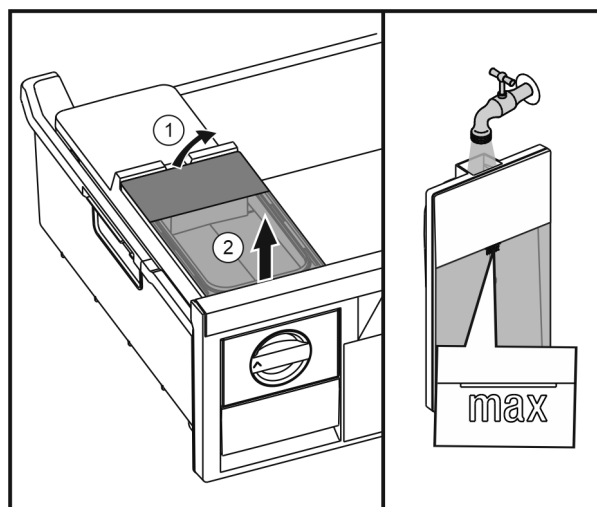

Fig. 31
- ▶ Повдигнете резервоара за вода отзад Fig. 31 (1) и извадете нагоре Fig. 31 (2).